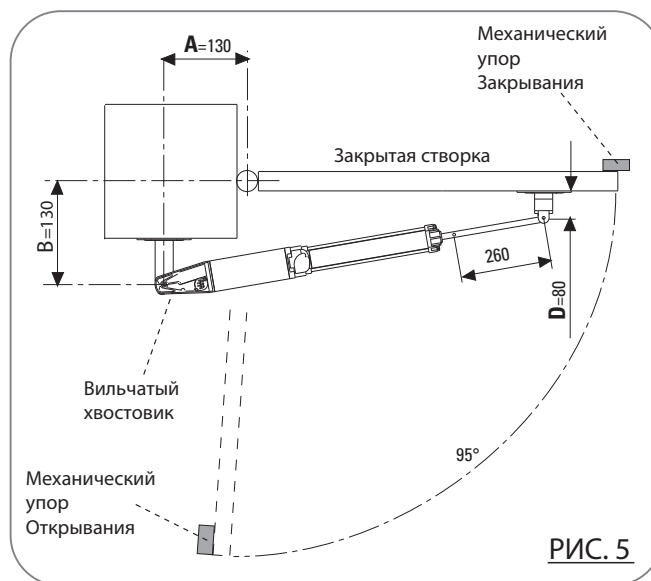

РИС. 5
**ВАЖНО:** Перед установкой автоматики, необходимо крепко зафиксировать в пол механические упоры Открывания и Закрывания (см. Рис.5 на стр.3 и Рис.7 на стр.4, деталь 5 -15) .
- приварите задний кронштейн к монтажной пластине на колонне (Рис.6). В случае, если кронштейн вмуровывается в колонну, используйте для крепления анкера, соблюдая размеры А и В, по Рис.5 (размеры относятся к центральной ось петли створки ворот).